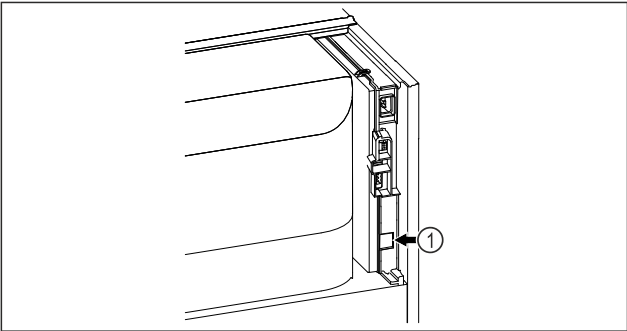

Fig. 74
- ☐ SmartModule Fig. 74 (1) 已使用。